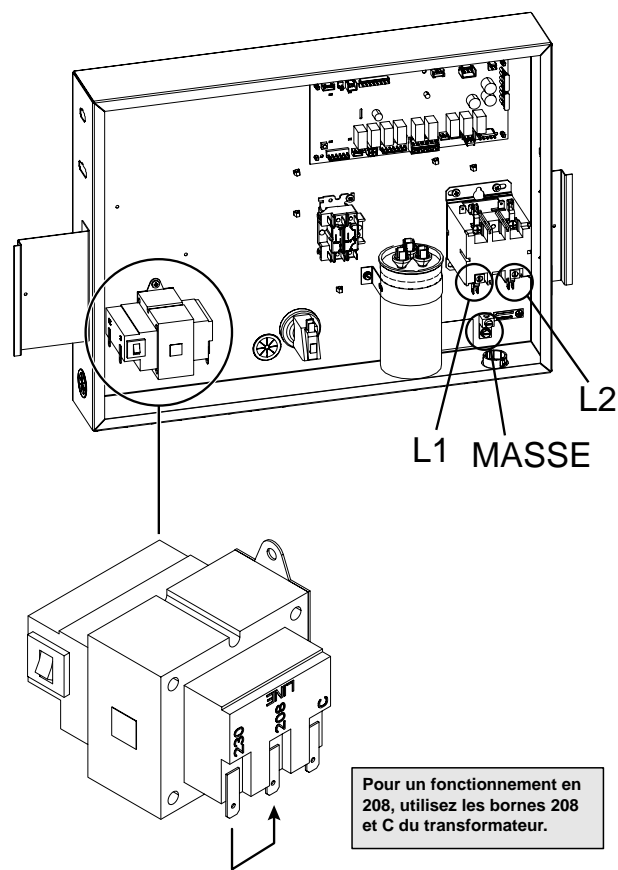

Figure 6. Bornes L1 et L2
- Branchez les câbles électriques de phase L1 et L2 aux bornes indiquées en Figure 6. L'installation électrique doit être effectuée exclusivement par un électricien agréé.
Une cosse de mise à la terre se trouve à droite des raccords d'eau. Consultez la Figure 6.